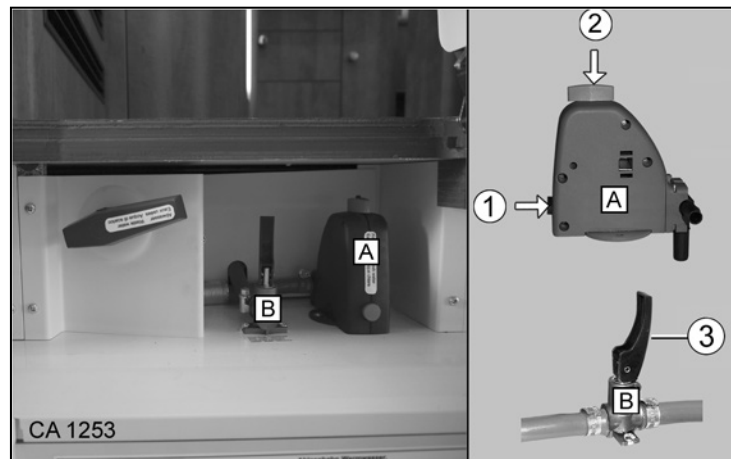

Fig. 147 Robinet de vidange (A) Chauffe-eau/robinet de vidange (B) Circuit hydraulique
- Placer le culbuteur (Fig. 147/3) du robinet de vidange (Fig. 147/B) uniquement horizontalement ou verticalement. Ne pas le tordre ! Le fait de tordre le culbuteur risque d'endommager le robinet de vidange et va le rendre non étanche. En cas de non-respect, la garantie Carthago prend fin.
2. Ouvrir le robinet de vidange (Fig. 147/A). Pour ce faire, tourner le verrou tournant (Fig. 147/2) dans le sens anti-horaire.
3. Ouvrir les robinets de vidange (Fig. 147/B). Pour cela, placer les culbuteurs (Fig. 147/3) verticalement.
- Pour l'équipement spécial Chauffage Alde, deux robinets de vidange (Fig. 147/B) sont installés au lieu des robinets de vidange (Fig. 147/A et B). Sur les deux robinets de vidange (Fig. 147/B), placer le culbuteur (Fig. 147/3) horizontalement.